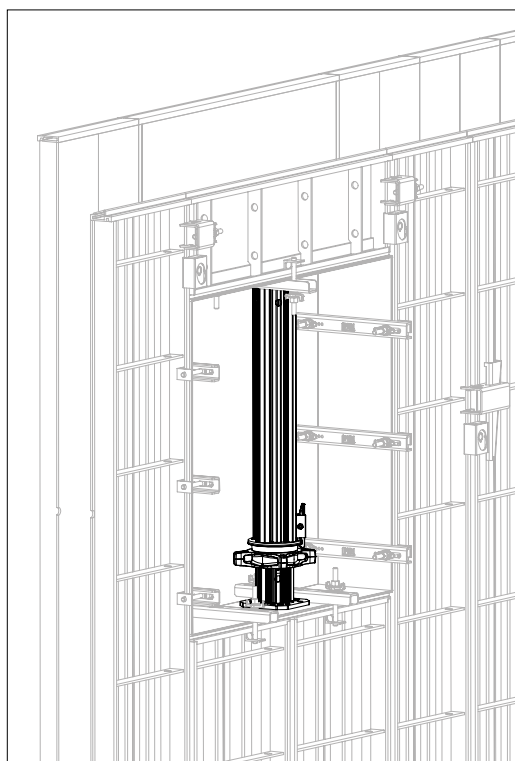

Fig. B4.12
8. Installare i puntelli per fornire un supporto verticale all'architrave. (Fig. B4.12) Numero di puntelli: vedere Tabella B4.01.